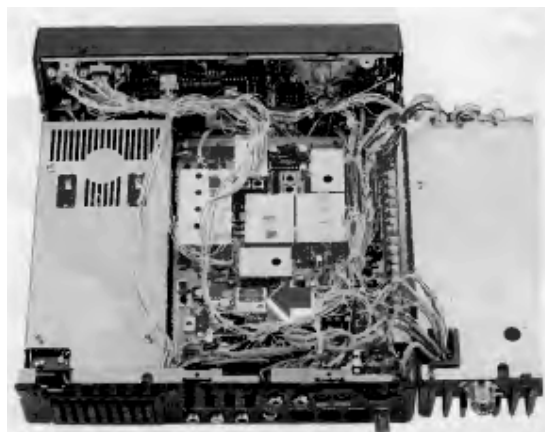

Рисунок 10.
- Выпрямите проводники на модуле ТСХО-3, если необходимо. Затем установите его так, чтобы отверстие сердечника было ориентировано как показано на рис.10(этикетка должна быть на верхней стороне снизу, когда смотришь сзади?) и вставьте проводники модуля в плату. Придерживайте модуль с противоположной стороны на панели для удобства, пока припаиваете на другой стороне.